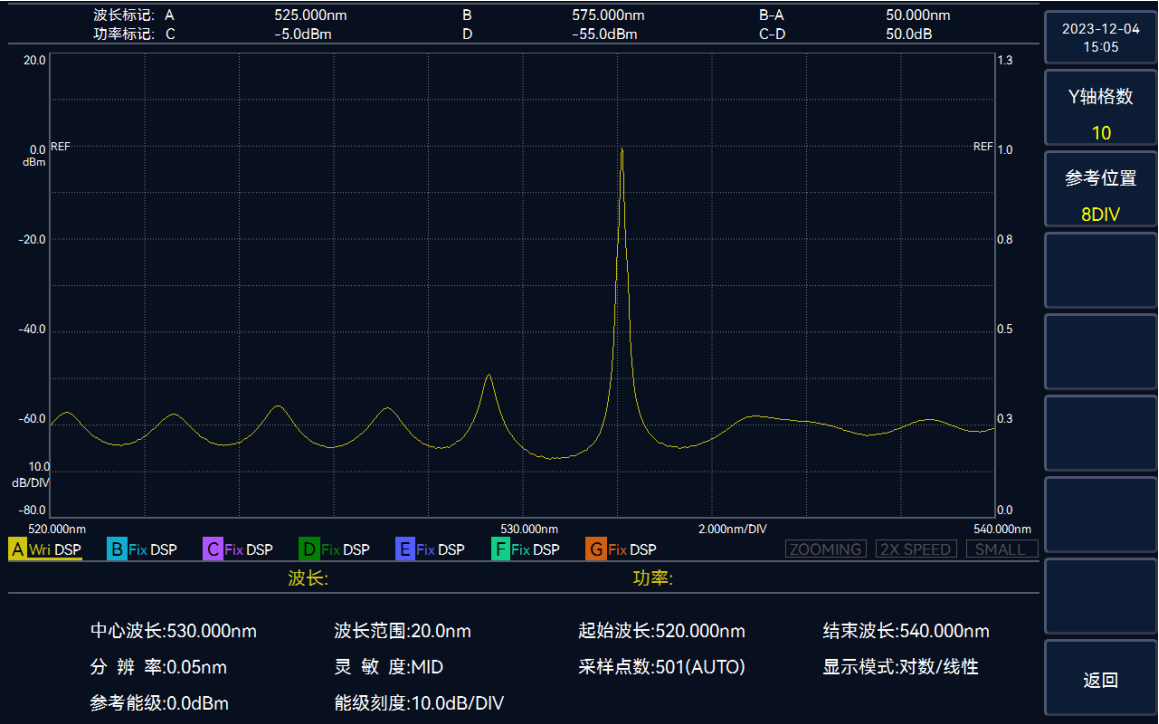

图 3.32 Y 轴设置界面
2. 选择【Y 轴格数】或者【参考位置】，可分别设置相应的功能，操作界面如图 3.32 所示。